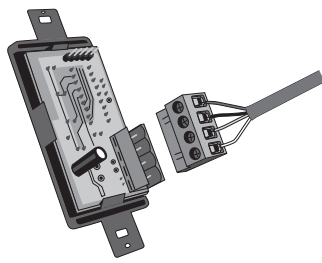

figure 13
4. Ensuite, bien fixer le connecteur au module électronique du moniteur à distance (**figure 13**).